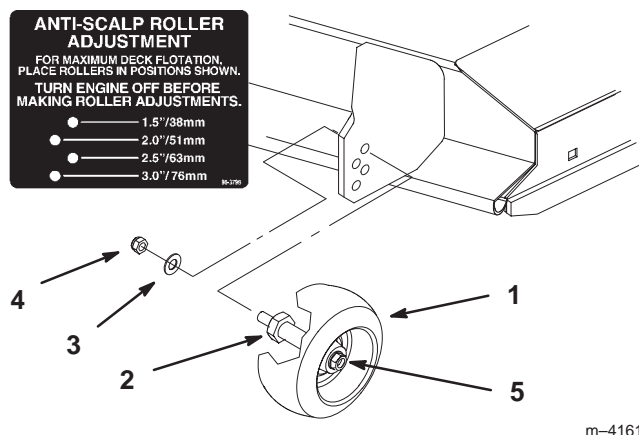

Figure 12
Remarque : Appuyez sur la pédale d'aide au relevage lorsque vous relevez le plateau de coupe. Cela facilitera le relevage du plateau (Fig. 12).
2. Lorsque la hauteur de coupe est réglée, enlevez l'écrou à collerette et la rondelle élastique tout en maintenant le goujon avec une clé (Fig. 12).
Remarque : N'enlevez pas l'écrou et la rondelle de roue (Fig. 12).
3. Choisissez le trou pour que la roue de jauge se trouve le plus près possible de la hauteur de coupe correspondante voulue (Fig. 12).
4. Remettez l'écrou à collerette et la rondelle élastique. Serrez-les à 54,2–61,0 Nm (Fig. 12).